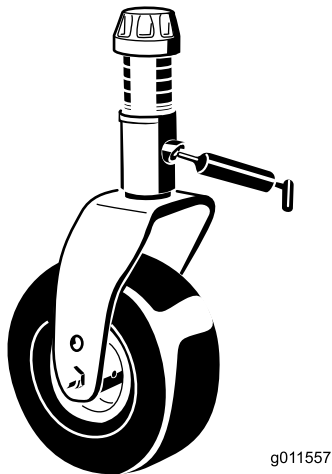

Figura 18
- Casquillos (2) del eje de la horquilla de las ruedas giratorias (Figura 18)